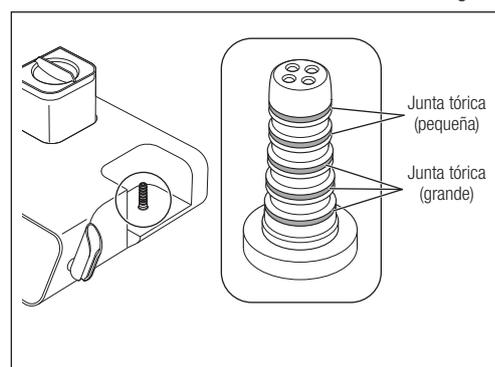

Fig. 48
- 1) Retire las juntas tóricas del conector de la base del depósito con la ayuda de una aguja, etc. (Fig. 48).
- Asegúrese de sustituir las juntas tóricas en la posición correcta, pues tienen tamaños distintos (Fig. 48).